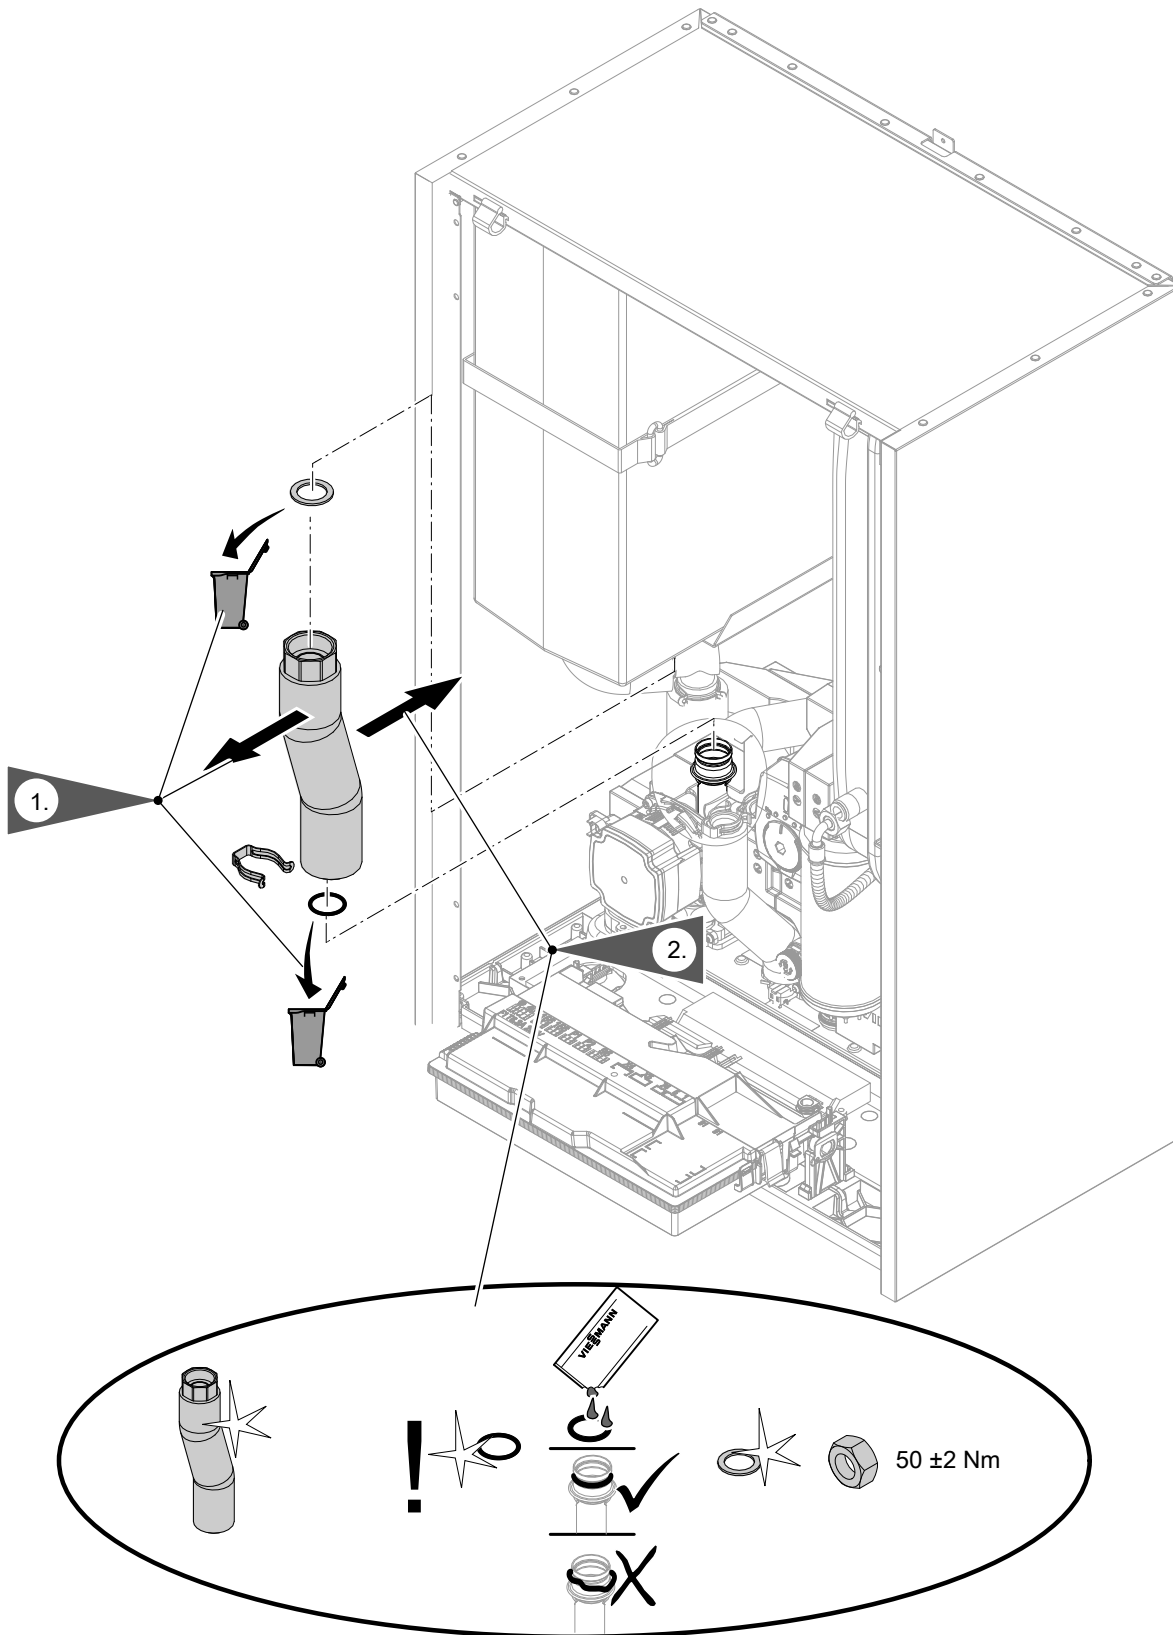

Abb. 92
- Hydraulische Leitungen: Siehe Abb. 91 bis Abb. 92.